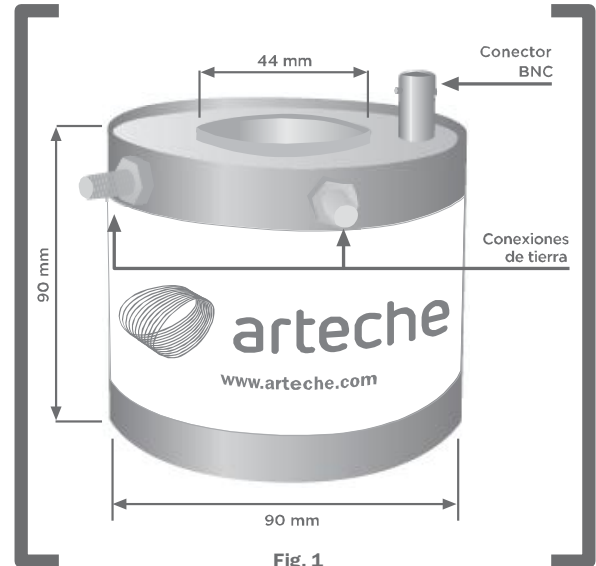

Fig. 1
1. Conexión del acoplador al equipo repetidor mediante cable coaxial a través del conector BNC (ver fig. 1).
- 5. Conexión del cable de comunicaciones.** La conexión de comunicaciones se realizará mediante un cable coaxial procedente del equipo PLC-BPL a través del conector BNC hembra que incorpora el UNIC. Por lo tanto, nótese que el cable coaxial deberá finalizar en un conector BNC macho (ver fig. 1).